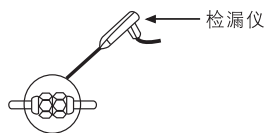

图 31
- 3 在接口处用检漏仪或者肥皂水来检查是否有泄漏。(如图31)
- 4 用⑪塑料绝缘带把铜管和连接电缆包起来。